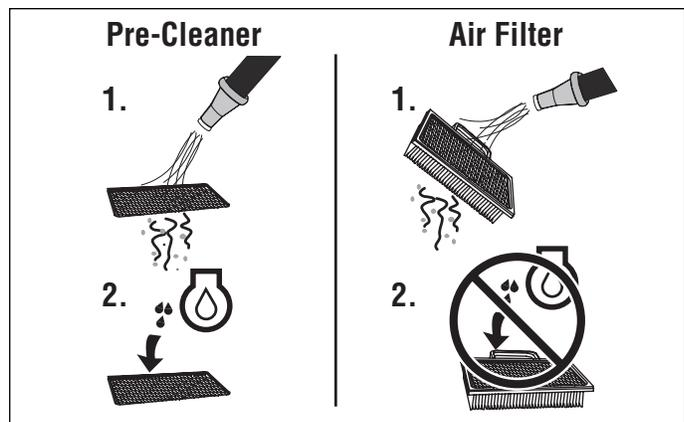

Figure 32. Entretien du filtre à air
1. Figure 32. Laver le pré-dépoussiéreur au détergent liquide et à l'eau.
1. Figure 32. S'il est marqué « Lavable », le filtre peut être lavé à l'eau tiède et au savon doux.